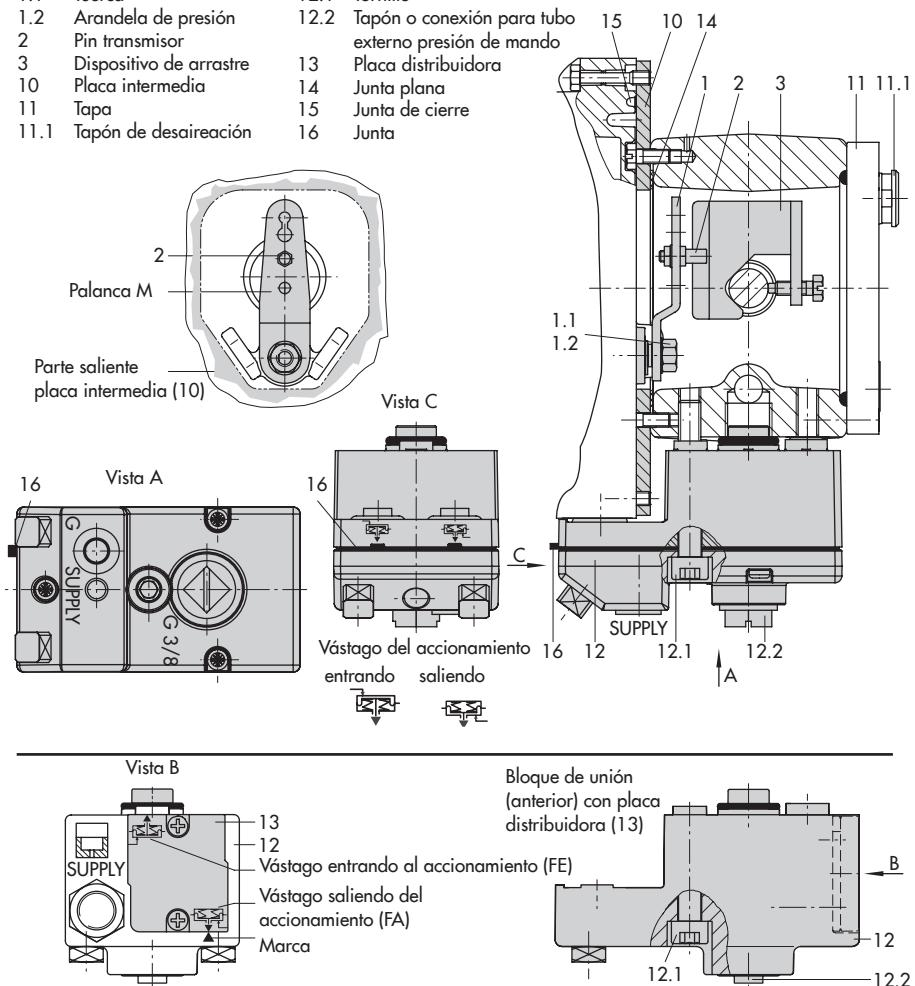

Fig. 7: Montaje integrado – conexión presión de mando en accionamiento Tipo 3277 de 175 a 750 cm²
Accionamiento de 175 a 750 cm² (ver fig. 7)
1. Colocar el dispositivo de arrastre (3) en el vástago del accionamiento, alinearla y fijarlo de forma que el tornillo de fijación esté bien alojado en el encaje del vástago del accionamiento.
2. Fijar la placa intermedia (10) con la parte saliente más estrecha (fig. 7 izq.) hacia la conexión de la presión de mando, la junta plana (14) enganchada tiene
6. Comprobar que la lengüeta de la junta (16) lateral al bloque de unión, se encuentra encima del símbolo correspondiente a la ejecución del accionamiento "vástago saliendo" o "vástago entrando". Si es necesario, destornillar los tres tornillos, levantar la tapa, girar la junta (16) 180° y volver a fijarlo.
Con la ejecución anterior de bloques de unión (fig. 7 abajo) es necesario girar la placa distribuidora (13) hasta que la marca indique el símbolo que corresponde a la ejecución del accionamiento.
7. Colocar el bloque de unión (12) con sus juntas en el posicionador y puente del